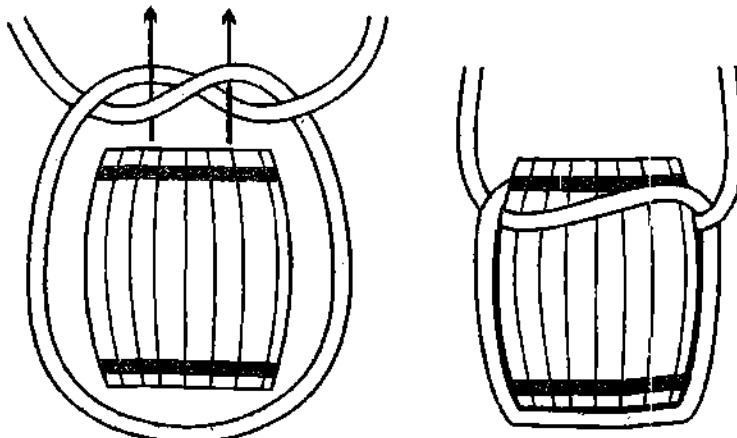

Рис. 974. *Бочечный узел*.
**Бочечный узел** – это *простой узел*, завязанный вокруг какой-либо ёмкости цилиндрической формы: бочки, бака, бидона и т. п. Ёмкость устанавливается на свободный конец и над ней завязывается полуузел, в очко которого проpusкается горловина (рис. 974). **Бочечный узел** позволяет поднимать ёмкости в вертикальном положении. Свободный конец фиксируется на коренном **шкотовым узлом**, уравновешивая концы верёвки.